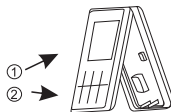

Fig. 4
- 2) Verwenden Sie die Kraft der geeigneten Oberseite, um den unteren Teil des Hauptteils zu installieren (die horizontale Installation ist untersagt, da dies die strukturelle Nut beschädigen könnte). Sehen Sie Abbildung 4.